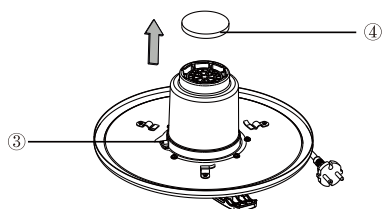

Fig. 12
VIKTIGT: Om det inte finns någon filterpatron för fint askstoff monterad på drivenheten, kan asksugaren inte startas. Apparaten levereras med en brytare (③) som bara tillåter att apparaten går att använda när den trycks in och när en filterpatron sitter i (Fig. 12).
- #### 2. Rengöra skumfiltret: Ta bort skumfiltret (④) och använd en mild diskmedel-/vattenlösning för att tvätta, och skölj med rent vatten. Låt filtret lufttorka innan du sätter tillbaka det och använder igen (Fig. 12).